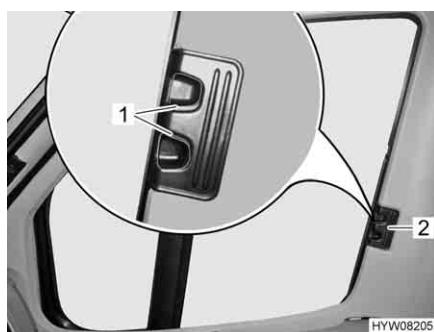
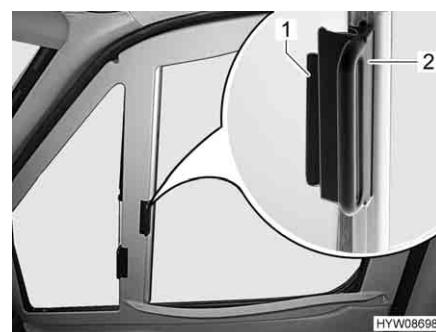

Fig. 31 Tendina oscurante pieghevole (finestrino del conducente/passeggero, Fiat)
Fig. 32 Tendina oscurante pieghevole (finestrino del conducente/passeggero, Mercedes-Benz)
- A seconda del tipo di tendina oscurante, premere e tenere premute le leve di bloccaggio (Fig. 31,1).
- Con la levetta (Fig. 31,2 o Fig. 32,2) tirare le tendine oscuranti pieghevoli per il finestrino del guidatore e del passeggero verso l'altro lato della finestra e congiungerle alle strisce magnetiche.
- A seconda del tipo di tendina oscurante, premere e tenere premute le levelette di bloccaggio (Fig. 31,1).
- Inserire fino all'arresto le tendine oscuranti pieghevoli per il finestrino del guidatore e del passeggero per la maniglia (Fig. 31,2 o Fig. 32,2).
- Rilasciare le levelette di bloccaggio (Fig. 31,1) e farle innestare, oppure spin-gere l'impugnatura (Fig. 32,2) fino al sopralzo (Fig. 32,1).